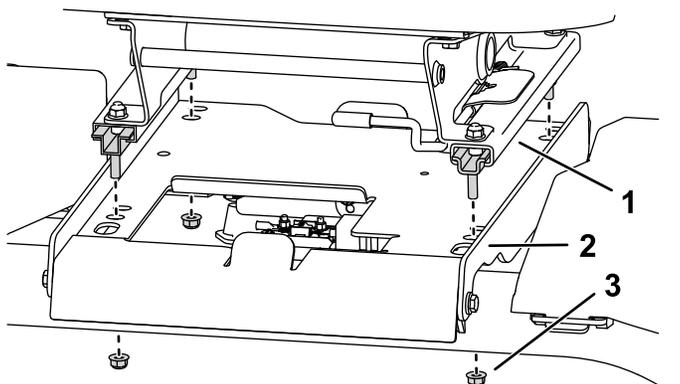

**図2**
2. アームレストと座席を接続しているフランジボルト2本とナットを外す **図2**。各ボルト・ナットは捨てないこと。